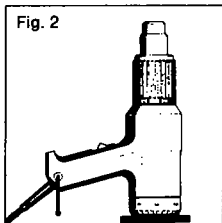

Fig. 2
Utilizzandolo come apparecchio statico (fig. 2) si spinge la staffa (8) nell'arresto e si posiziona lo strumento come un becco Bunsen appoggiandolo sulla griglia di entrata aria (7) e sulla staffa (8) (Fare attenzione che il fondo sia pulito e senza polvere, dato che in caso contrario l'aria sporca danneggia il motore e noi non possiamo fornire alcuna garanzia). I gommini neri sulla staffa rendono lo strumento antisdrucchiole-